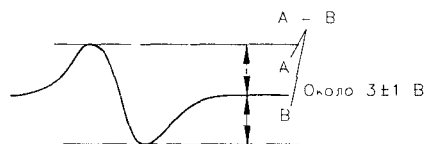

Рис. 4.27. Форма S-кривой схемы регулировки фокуса
2. Проконтролировать в этот момент вид напряжения в контрольной точке FEO (рис. 4.27). S-кривая должна быть симметричной ($A = B$), а размах – 3 ± 1 В.